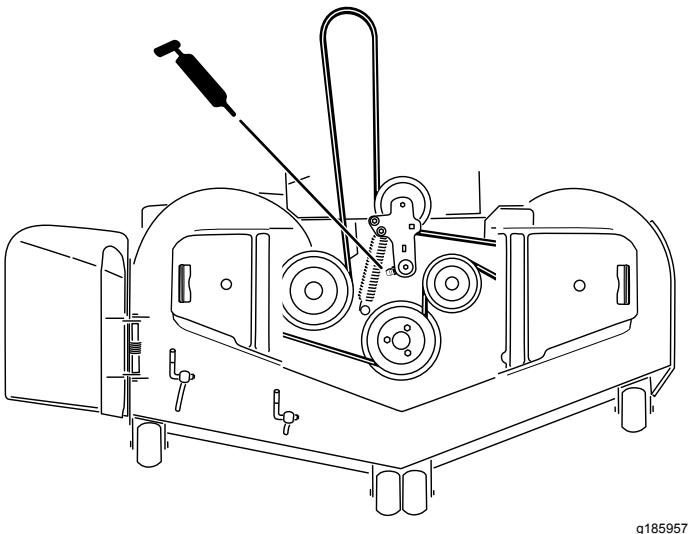
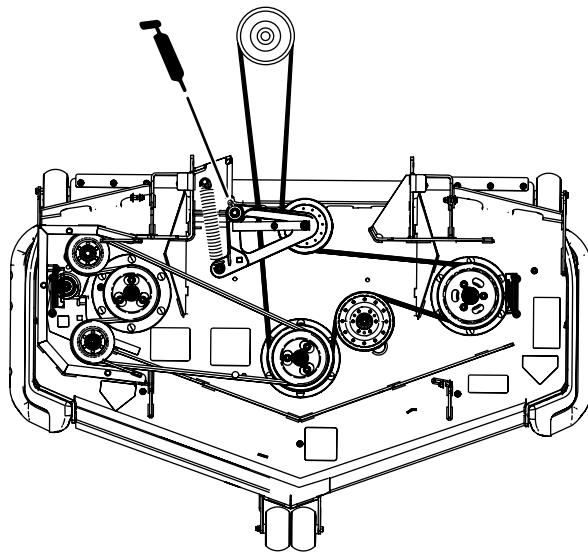

Bild 53
Bild 54
5. Fetten Sie den Drehzapfen der Mähwerkspannscheibe ein, bis Fett unten austritt (Bild 53 und Bild 54).